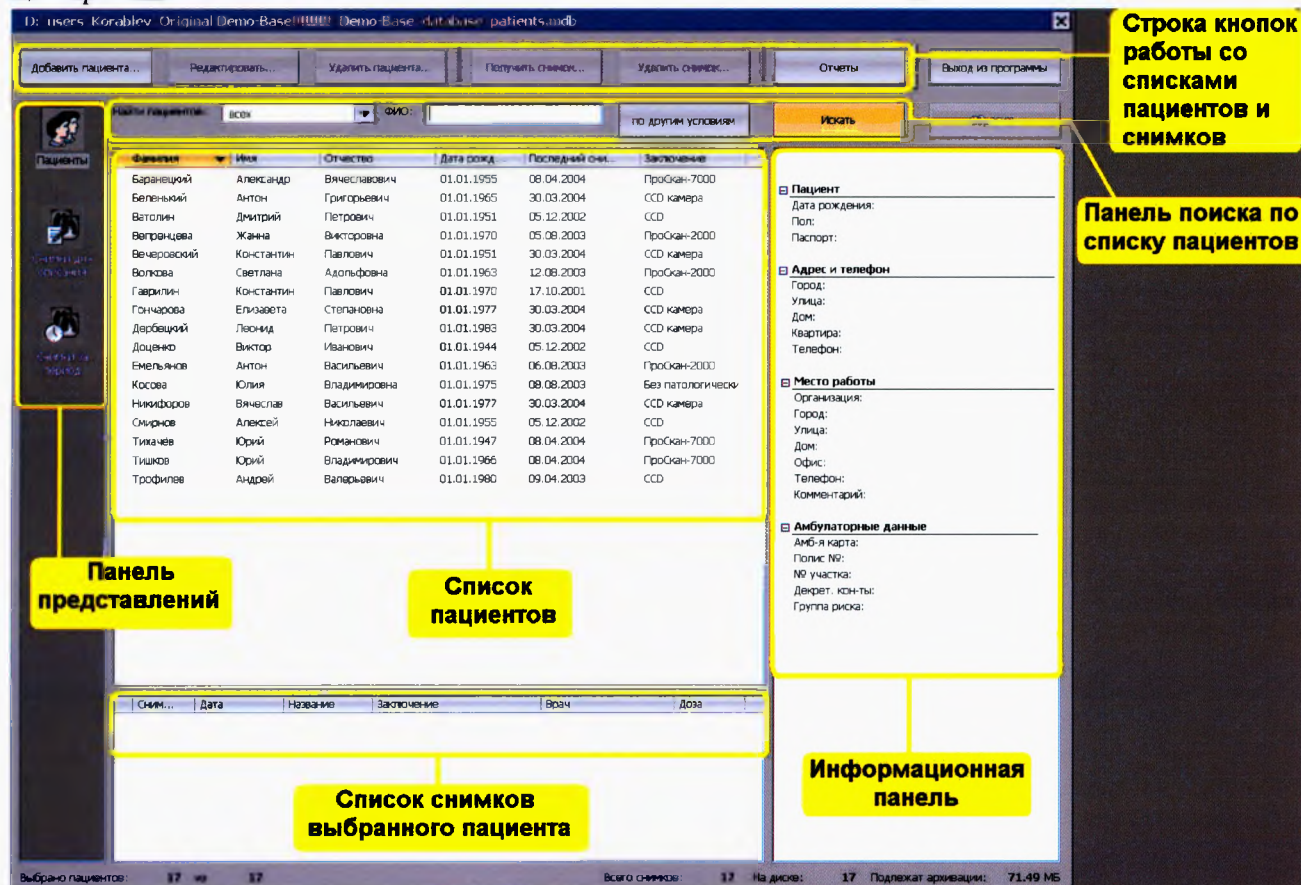

Рисунок 7 – Диалог работы с базой данных пациентов
6.5 После запуска программы «ПроСкан» откроется диалог работы с базой данных пациентов (см.рис. 7), где можно найти или добавить нового пациента.
Чтобы добавить в базу данных запись о новом пациенте, нажать на кнопку «Добавить пациента», расположенную в верхней части окна (см. рис. 7).
Чтобы вернуться к полному списку пациентов, надо нажать кнопку «Сбросить» или «Искать», расположенную в правом верхнем углу окна работы с базой данных (рис. 7).
При этом появится окно работы с базой данных (рис. 7).
6.8 Чтобы завершить работу с программой «ПроСкан», нужно нажать на кнопку «Выход из программы» в окне работы с базой данных (см.рис.7) или в меню главного окна «Файл» выбрать команду «Выход».